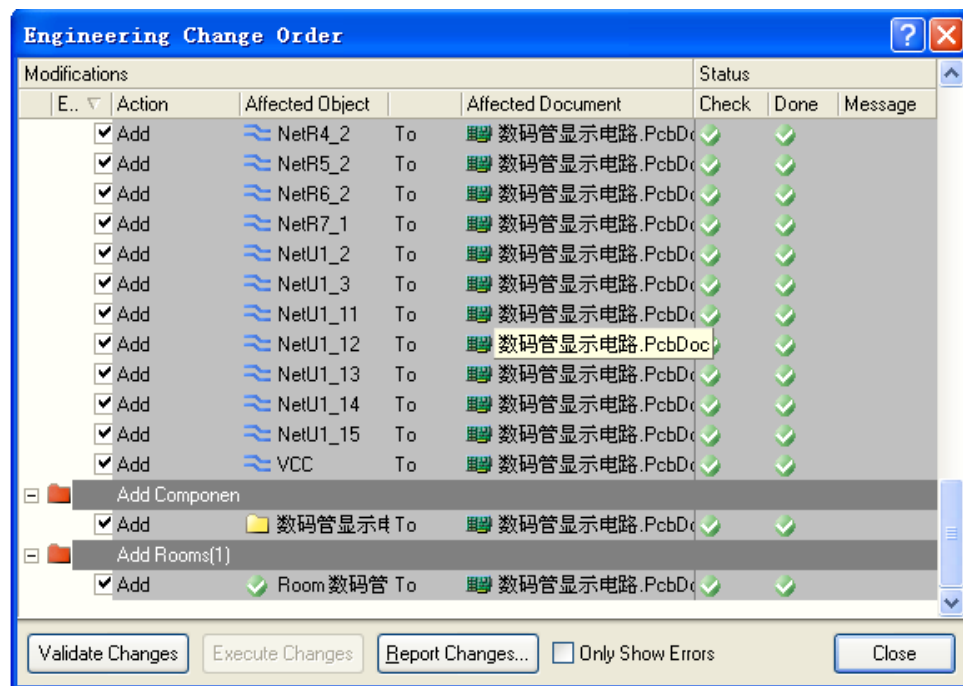

图9-5 应用更新后的“Engineering Change Order”对话框
- (3) 单击“Execute Changes”按钮，应用所有已选择的更新，“Engineering Change Order”对话框内列表中的“Status”下的“Check”和“Done”列将显示检查更新和执行更新后的结果，如果执行过程中出现问题将会显示“✖”符号，若执行成功则会显示“✔”符号。如有错误检查错误，然后从(2)开始重新执行，没有错误后，应用更新后的“Engineering Change Order”对话框如图9-5所示。